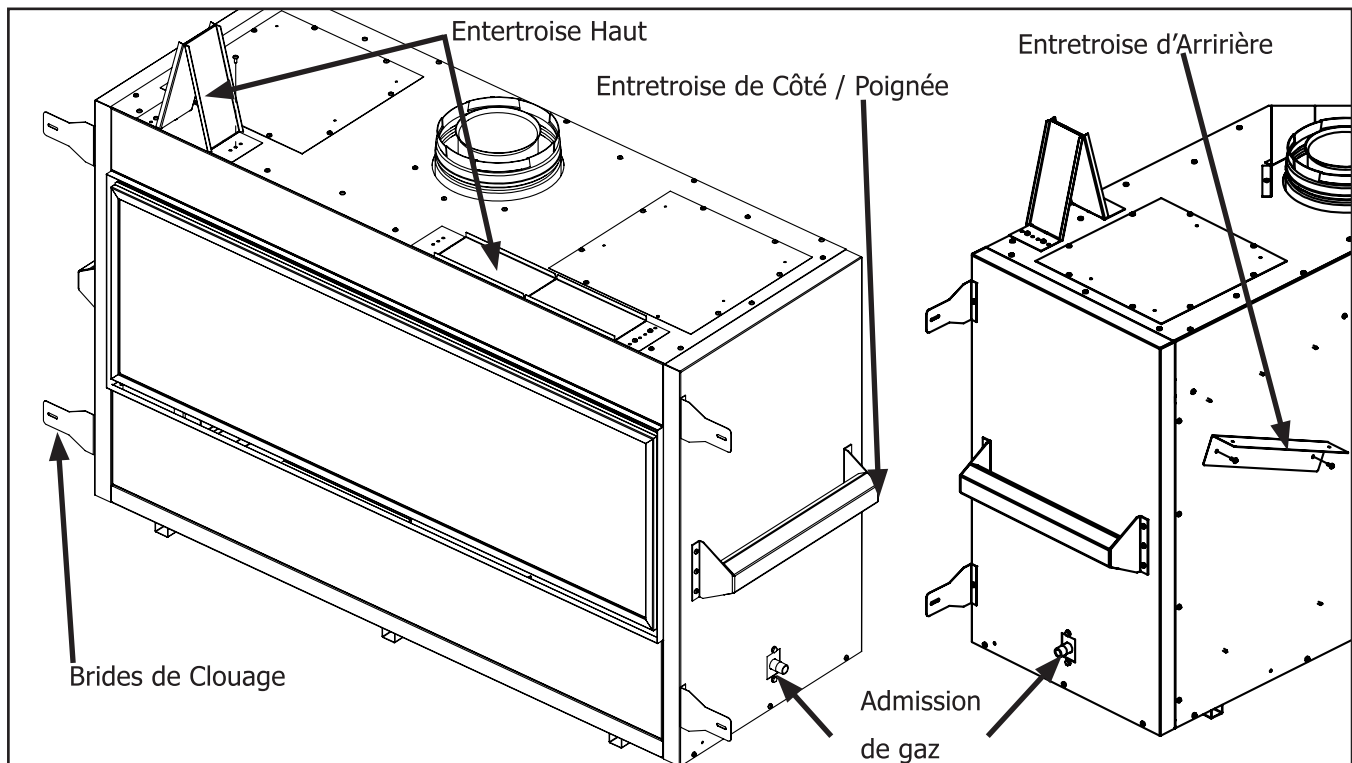

Figure 26: Préparation de l'installation du foyer
Prenez une minute pour vous familiariser avec la Figure 26 ci-dessous.
- Le haut des entretoises de cadrage doit être replié et sécurisés sur un côté avec une vis T-20, cela peut être vu dans Figure 26.